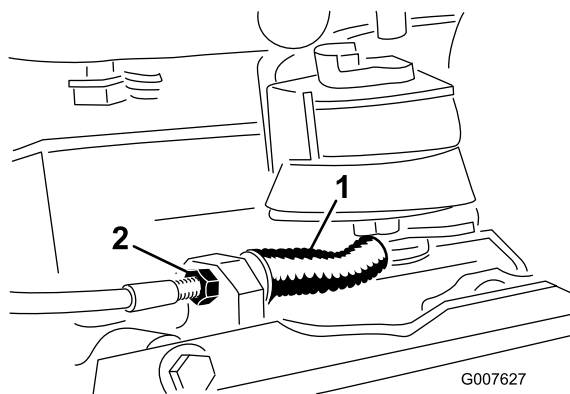

図 40
- ケーブルの張りをゆるくするには、ケーブルの前ジャムナットをゆるめて後ジャムナットを締める 図 40。必要に応じて上記ステップ 1 と 2 を繰り返して再調整する。
- ケーブルの張りを強くするには、後ジャムナットをゆるめて前ジャムナットを締める 図 40。必要に応じて上記ステップ 1 と 2 を繰り返して再調整する。